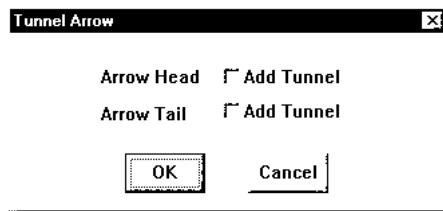

Рисунок 2.7 - Диалоговое окно маркера туннеля
* Выберите команду Tunnel (Тоннель) в меню IDEF0. В появившемся диалоговом окне укажите, куда должен быть добавлен маркер туннеля (две скобки "()"): к стрелке дуги или к ее "хвосту" (рисунок 2.7 и 2.8).